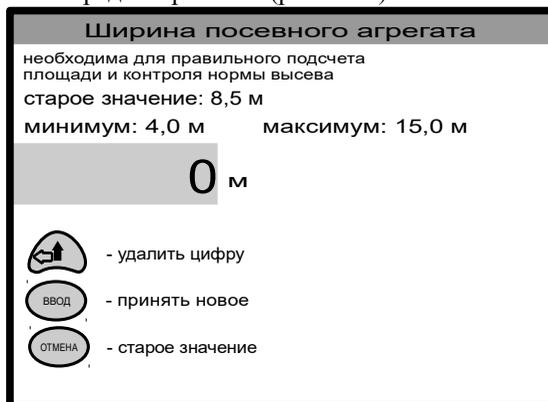

Рисунок 4.13. Окно редактирования параметров
3. После выбора и подсветки нужной строки нажать клавишу , откроется окно редактирования (рис. 4.13).
Установка ширины сеялки в зависимости от модели посевного комплекса, используется для подсчета засеянной площади и нормы высева (рис. 4.13).